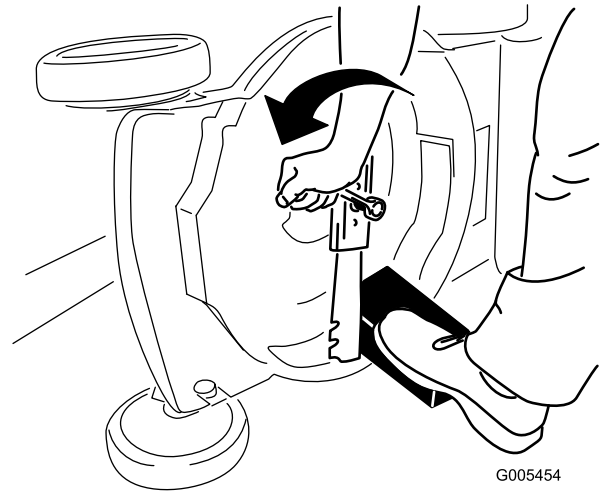

Bild 26
- 3. Stabilisieren Sie das Messer mit einem Holzblock (Bild 26).
- 4. Nehmen Sie das Messer ab und bewahren Sie alle Befestigungsschrauben auf (Bild 26).